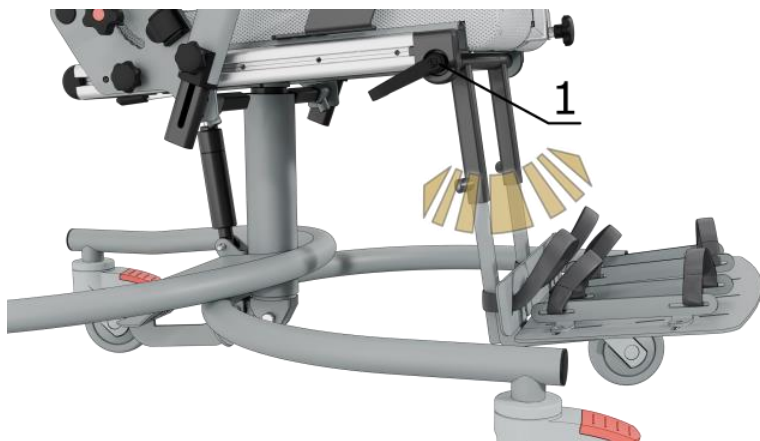

Рисунок 22. Регулировка угла наклона подножки.
Для изменения угла наклона подножки разблокируйте фиксатор углового перемещения поворотом против часовой стрелки рукоятки (1). Установите нужный угол наклона и удерживая опору свободной рукой, плотно затяните фиксатор поворотом по часовой стрелке рукоятки (1) (рис.22).